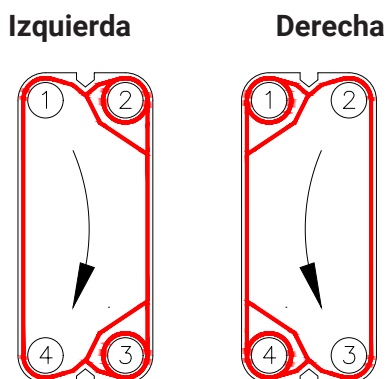

Figura 3: Placas izquierda y derecha
- En las placas derechas, el fluido circula de la unión 2 a la 3 o, al contrario, de la 3 a la 2 (**figura 3**).
- En las placas izquierdas, el fluido circula de 1 a 4 o e 4 a 1 (**figura 3**).